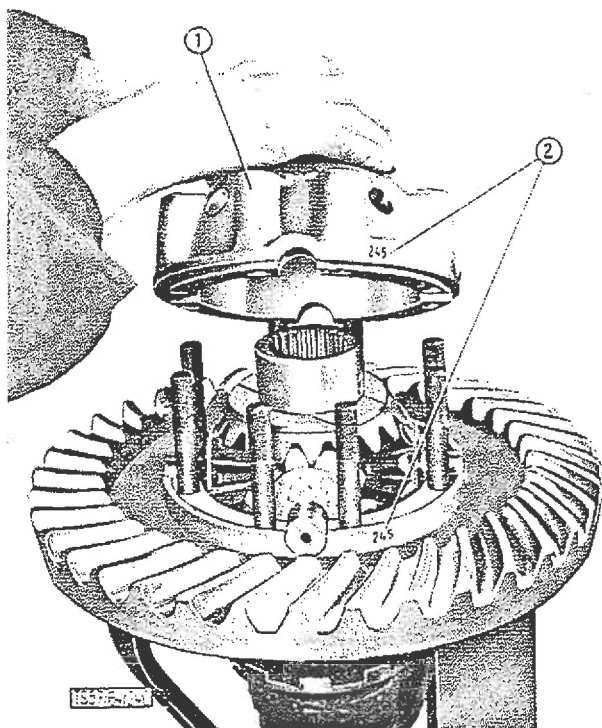

BILD 27: Ausgleichgehäuse-Zusammenbau
5. Auf die im Gehäuse eingebauten kleinen Ausgleichskegelräder das zweite große Ausgleichskegelrad mit Zwischenscheibe (25/26) auflegen und die linke Gehäusehälfte anflanschen. Man achte darauf, daß die Markierung fluchtet (BILD 27).